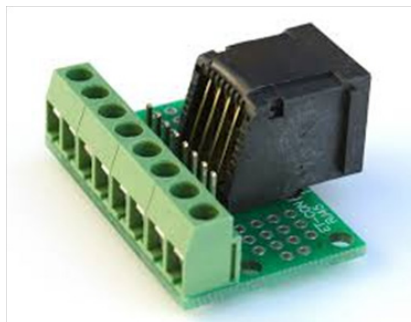

Рис. 2: Адаптер для RJ45
- RJ45-TERM (Gravitech.us), рис. 2